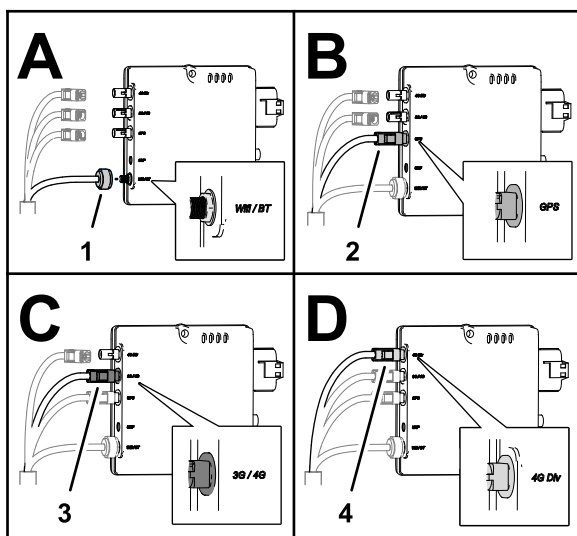

Рисунок 165
- Вставьте коаксиальный разъем жгута проводов антенны модема с маркировкой WiFi в коаксиальный порт CL-55 модема с маркировкой WiFi/BT и затяните коаксиальный разъем (Рисунок 165).
2. Вставьте синий коаксиальный вставной разъем жгута проводов антенны модема с маркировкой GNSS в разъем CL-55 модема с маркировкой GPS до срабатывания защелки и надежной фиксации разъемов (Рисунок 165).
3. Вставьте фиолетовый коаксиальный вставной разъем жгута проводов антенны модема с маркировкой LTE-1 в разъем CL-55 модема с маркировкой 3G / 4G до срабатывания защелки и надежной фиксации разъемов (Рисунок 165).
4. **Только для модемов CDMA:** вставьте красный коаксиальный вставной разъем жгута проводов антенны модема с маркировкой LTE-2 в разъем CL-55 модема с маркировкой 4G DIV до срабатывания защелки и надежной фиксации разъемов (Рисунок 165).